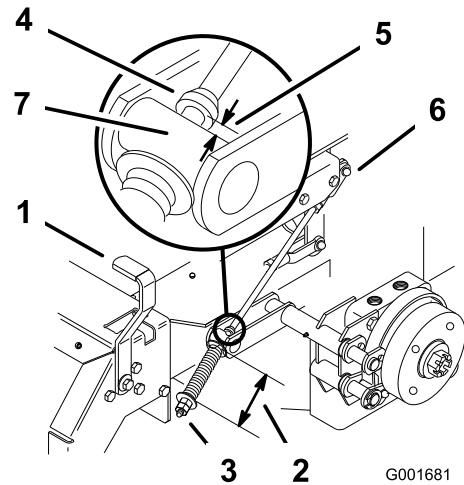

Bild 48
2. Messen Sie die Länge der Feder zwischen den Scheiben, die 74 mm betragen sollte (Bild 48).
- A. Lockern Sie die Klemmmutter unterhalb der Feder und ziehen Sie die Mutter direkt unter dem Joch an (Bild 48).
6. Messen Sie die Entfernung zwischen der Drehzapfenrolle und dem Kranz an der Bremsstange. Der Abstand sollte 5 bis 7 mm betragen (Bild 48).
- B. Drehen Sie die unteren Einstellmutter, bis Sie die richtige Einstellung erhalten (Bild 48).